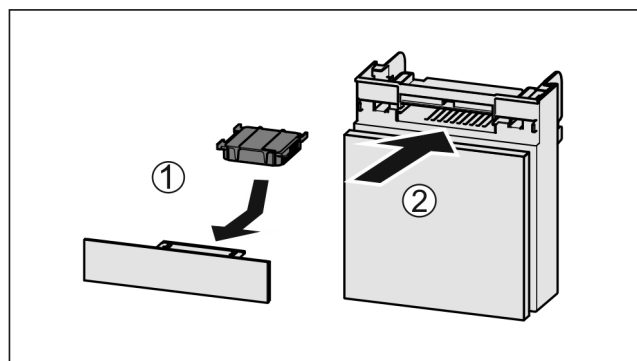

Fig. 169
- ▶ Wkładać Fig. 169 (1) filtr z węglem aktywnym zgodnie z ilustracją.
- ▶ Wsunąć komorę Fig. 169 (2).